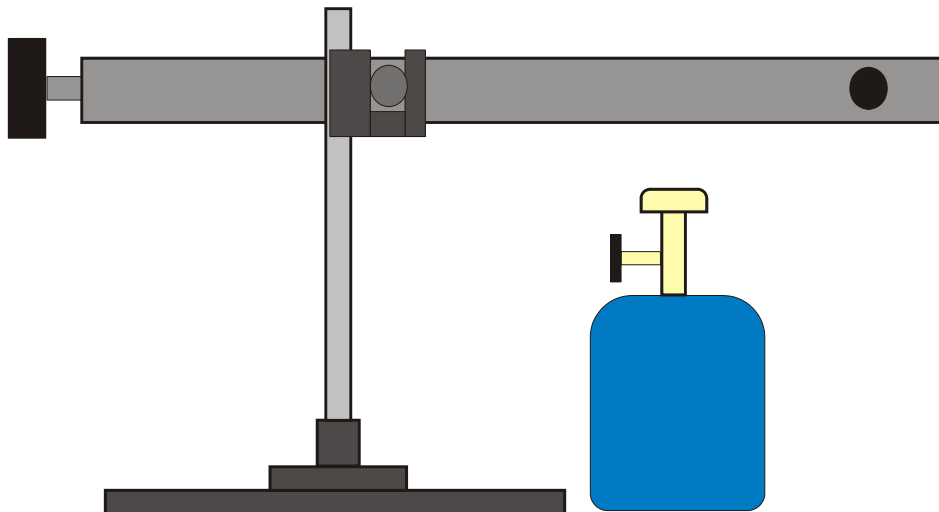

Fig. 1 Montaje experimental - Rompepernos
- Se realiza el montaje experimental según la Fig.1, teniendo en cuenta que el perno no esté orientado en dirección hacia las personas que observen.